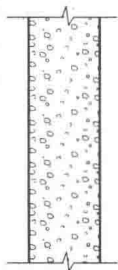

图 1.4 加气混凝土基面清理
②加气混凝土基面清理(图 1.4)。加气混凝土基面的清理方法为: